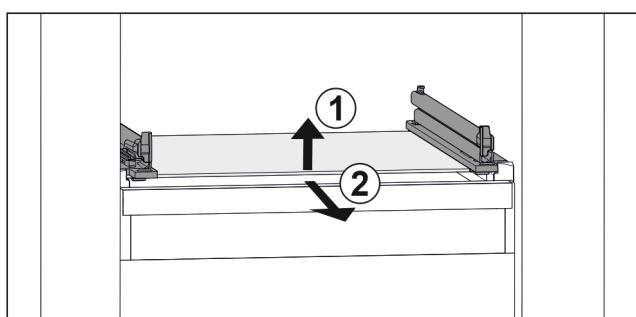

Fig. 99 玻璃隔板例图
- ▶ 抬起玻璃隔板前部。Fig. 99 (1)
- ▶ 向前取出玻璃隔板。Fig. 99 (2)